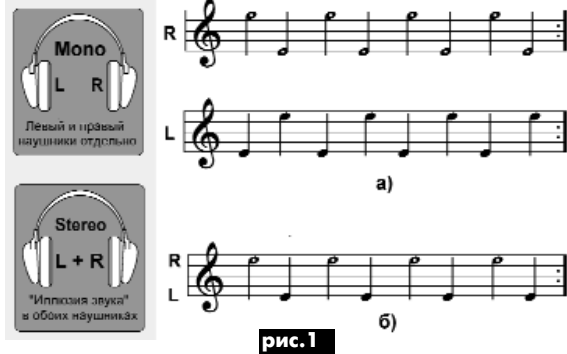

рис. 1
Эффект под названием "иллюзия октавы" относится скорее к области практической психологии, чем к музыке. Впервые он был исследован в 1974 г. Дианой Дойч (Diana Deutsch) – профессором психологии Университета Калифорнии, США (http://philomel.com/pdf/Nature-1974_251_307-309.pdf, 67 Кб). Суть эксперимента. Испытуемому надевают стереонаушники и предлагают прослушать звуковой сигнал, в котором в противофазе смешаны ноты основной частоты 400 Гц и на октаву выше 800 Гц (рис. 1, а). Ноты звучат с одинаковой длительностью и громкостью, каждое ухо получает 50% высоких и 50% низких тонов.
По статистике большинство людей слышат периодический высокий звук из правого уха (R) и низкий – из левого (L). На рис. 1, б показана нотная запись этого случая. На ней специально выделены ноты с прямоугольником в центре, которые соответствуют диаграмме R на рис. 1, а. Напрашивается догадка, что "иллюзия октавы" связана с особенностями работы мозговых полушарий, которые различаются у левой и правой.
Исходные данные для разработки: частота основного тона 400 Гц, удвоенного – 800 Гц, длительность звучания одной ноты 250 мс (одна четвертая при темпе 240 ударов в минуту), нотные диаграммы в левом и правом каналах – согласно рис. 1, а.